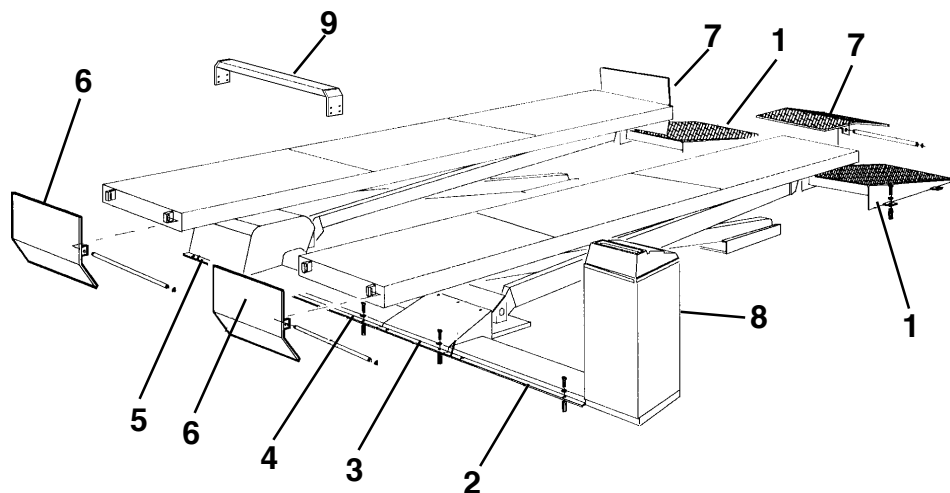

Fig. 37
Rif. Fig. 37. Posizionare le rampe (1) e, utilizzando i fori sulle staffe come dime, forare con punta da 12 mm., profondità 80 mm. Inserire i tasselli in dotazione e serrare a fondo.
Rif. Fig. 37 - Montare gli arresti (7-6).
Ref. Fig. 37. Position the run-up ramps (1) and, using the holes on the brackets as templates, drill to a depth of 80 mm using a 12 mm drill. Fit the anchors provided and tighten well.
Ref. Fig. 37 - Fit the stops (7-6).
Zu Abb. 37. Die Rampen (1) positionieren, die Bohrungen auf den Bügeln als Schablonen verwenden und mit einem 12 mm Bohrer 80 mm tief bohren. Die mitgelieferten Dübel einsetzen und festziehen.
Zu Abb. 37- Die Abrollsicherungen (7-6) montieren.
Réf. Fig. 37. Positionner les rampes (1) et, en utilisant les trous des brides comme gabarit, percer avec une mèche de 12 mm, à une profondeur de 80 mm. Introduire les vis tamponnées incluses dans la fourniture et serrer à fond.
Réf. Fig. 37. Installer les arrêts (7-6).
Ref. Fig. 37. Colocar las rampas (1) y, utilizando los orificios de las abrazaderas como plantillas, agujerear con un taladro de 12 mm., a una profundidad de 80 mm.
Ref. Fig. 37 - Montar los frenos (7-6).